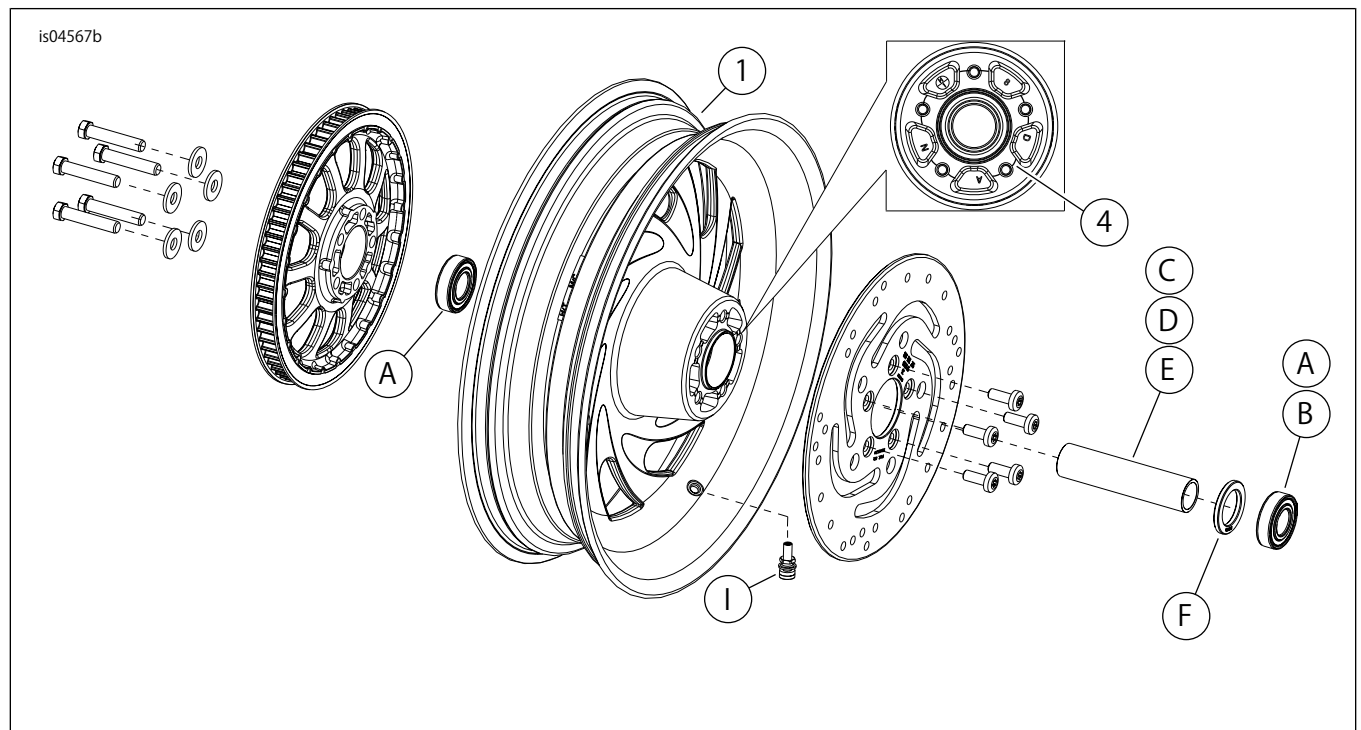

図1。交換用パーツ：リアタイヤホイール
「図1」および交換用パーツ表を参照してください。
- 図1を参照してください。ホイールにバルブステムアッセンブリー(I)を取り付けます。サービスマニュアルの「タイヤ」を参照してください。